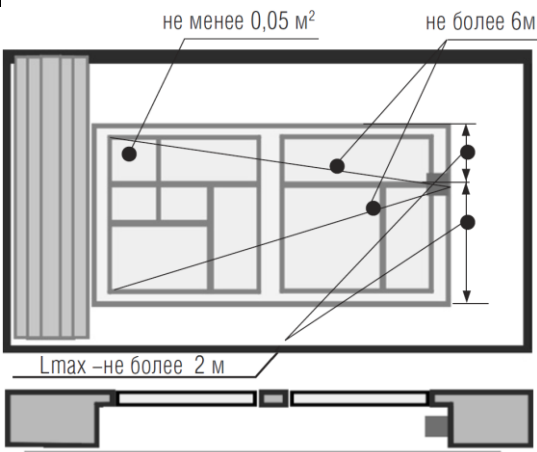

Рис. 3 Установка в оконном проеме
- Допустимые места установки: стена боковая, боковой торец оконного проема, потолок (рис. 3). Извещатель крепится на поверхности так, чтобы микрофон был направлен в сторону охраняемого стекла.
- Допускается установка извещателя между охраняемыми стеклом и жалюзи (см. рис. 3).